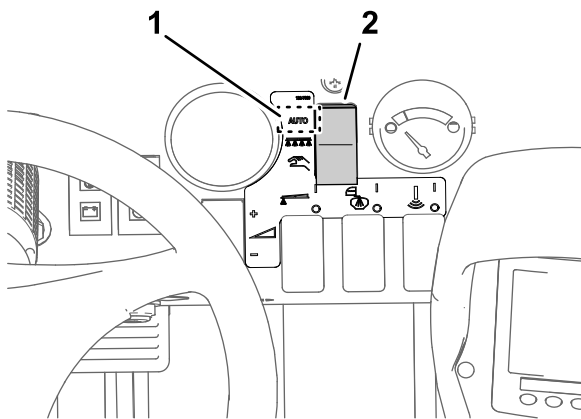

**Figura 42**
2. Rode o botão para a válvula de corte da distribuição da secção para a posição Fechada (Figura 42).